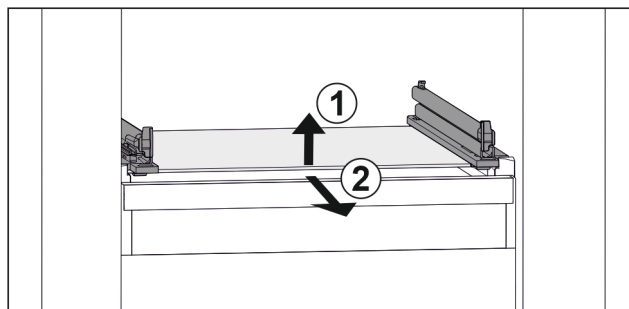

Fig. 71 Príklad zobrazenia sklenenej dosky
- ▶ Nadvihnite sklenenú dosku vpredu. Fig. 71 (1)
- ▶ Odoberte sklenenú dosku dopredu. Fig. 71 (2)